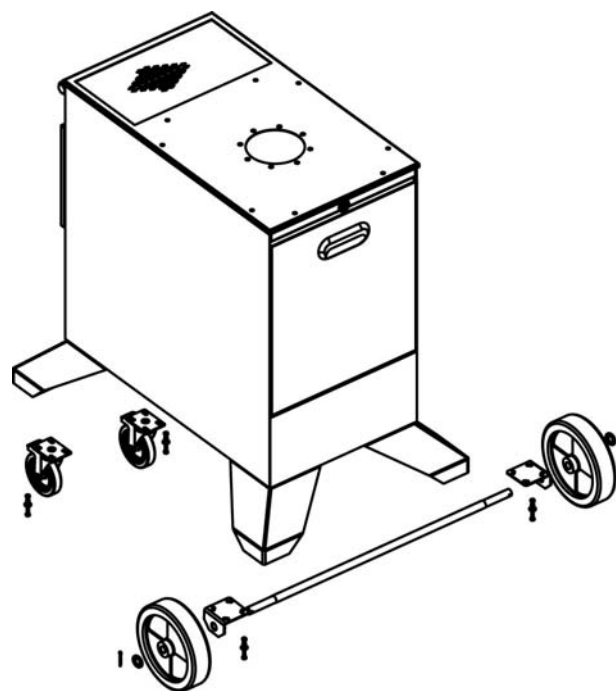

Рис. 8.1
8.2. Закрепите на опорах фильтра с помощью болтов М6х20, гаек М6, плоских шайб и шайб «гровера» кронштейны передних колес и задние поворотные колеса. Вставьте в отверстия кронштейнов ось, установите на неё колеса, шайбы и зашплинтуйте (см. рис. 8.1).